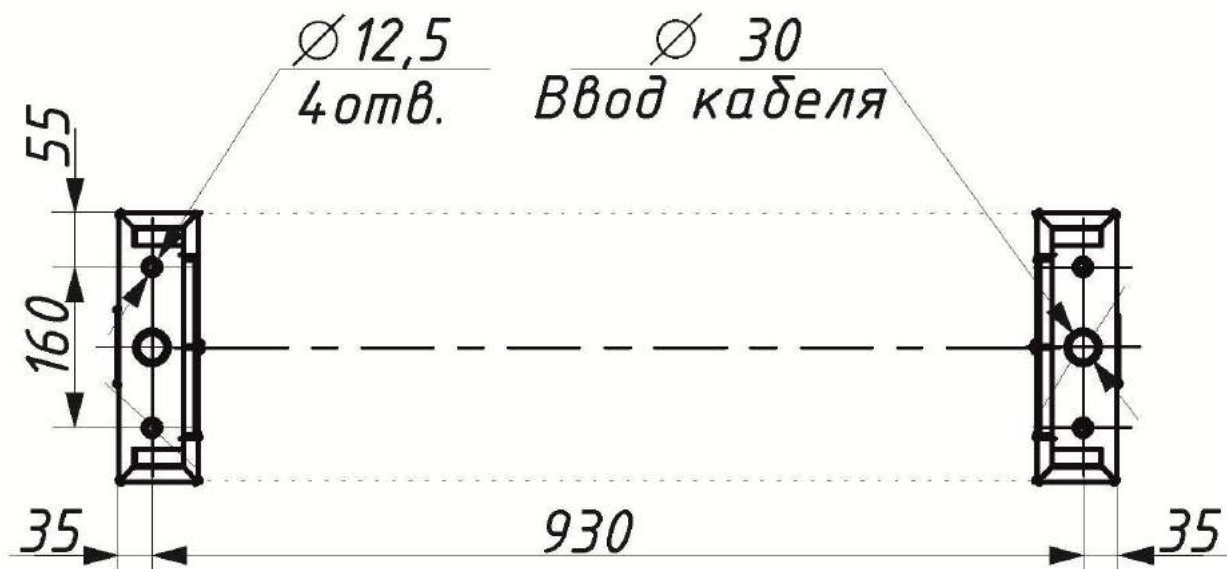

Рисунок 10 – Разметка для монтажа турникета типа «трипод»
10) Место вывода кабелей должно совпадать с местом расположения отверстия на монтажной пластине турникета (*Рис.10*).